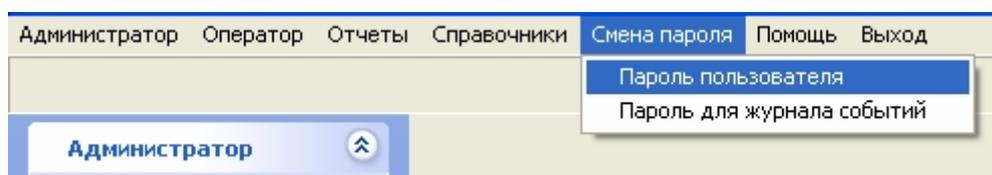
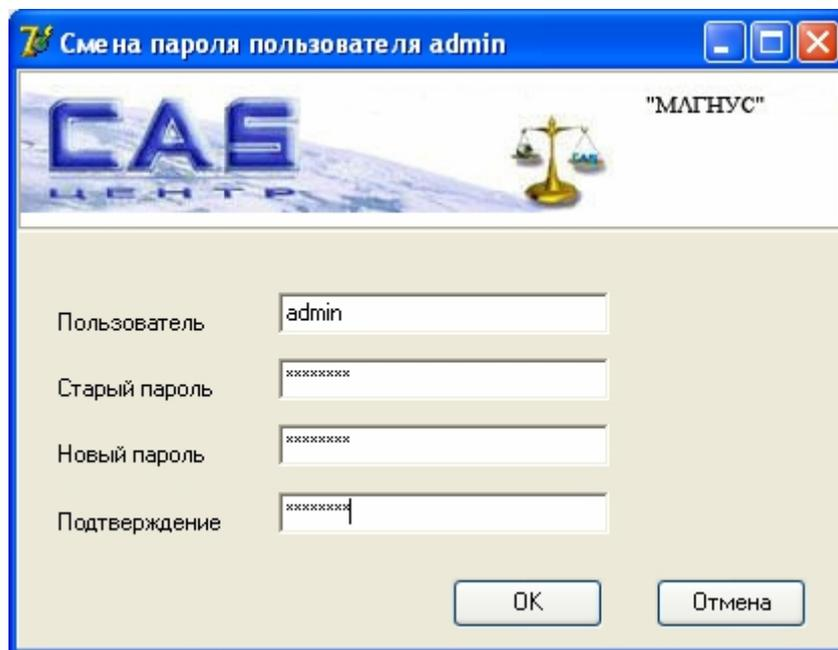
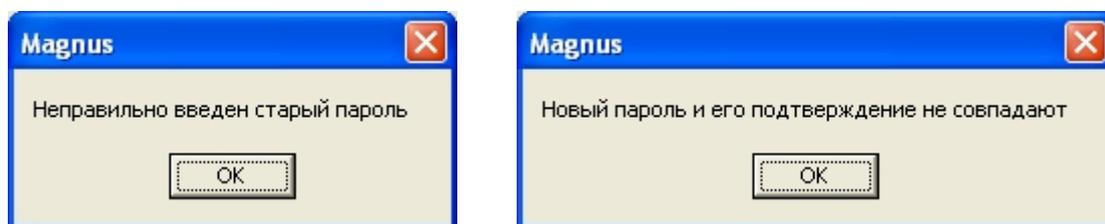

Рис.35
Рис.36
Рис.37
- Сразу после входа с систему, администратор, используя пункт меню **«Смена пароля»** → **Пароль пользователя»** (см. Рис.35), вызывает форму (см. Рис.36) – «Смена пароля пользователя», где система сама подставляет значения поля «Пользователь». Задача администратора ввести старый пароль (12345678) и ввести дважды новый пароль (пароль должен состоять из латинских букв, цифр и символа “-” в любом сочетании и быть не более 14 символов) и нажать кнопку «ОК». Если все введено парвильно система меняет пароль без сообщений. В случае ошибки, допущенной при вводе, программа выведет сообщение (см. Рис.37) и предложит повторить ввод данных.